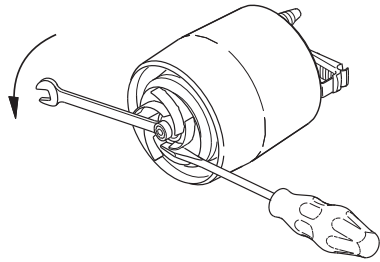

Fig. 14 Cómo extraer el impulsor
8. Destornille la tuerca, con un ancho cruzado de 13 mm, del eje del motor. Utilizar un destornillador para evitar que gire el impulsor. Consulte la fig. 14.